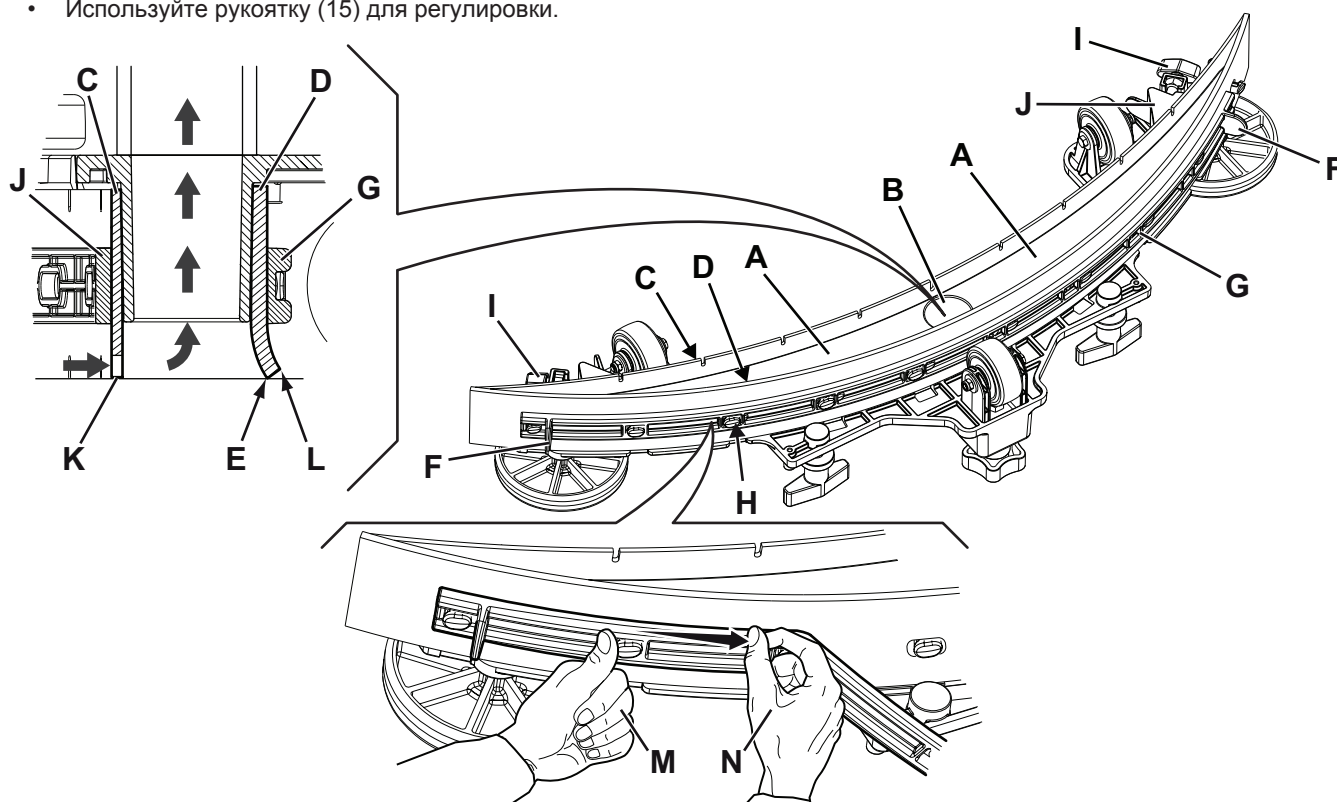

Рис. 12
2. Убедитесь, что машина отключена и ключ пользователя (51) извлечен.
3. Ослабьте барашки (14) и снимите водосборный скребок (29).
4. Вымойте и очистите водосборный скребок. В частности, очистите отсеки (А, Рис. 12) и отверстие (В). Проверьте состояние передней (С) и задней (D) водосборной резинки. При наличии повреждений замените их, как показано ниже.
2. Проверьте состояние передней (С, Рис. 12) и задней (D) водосборной резинки. При наличии повреждений замените их, как показано ниже. Проверьте, не изношен ли передний угол (Е) задней водосборной резинки; в противном случае переверните резинку, чтобы поменять местами изношенный угол с целым. Если и другие углы изношены, замените водосборную резинку в следующем порядке:
- Используя рычаг (F), ослабьте и снимите резинку (G) с фиксаторов (H), выдвиньте и снимите эластичную планку (G), затем переверните или замените заднюю водосборную резинку (D).
- Установите водосборную резинку, действуя в обратной последовательности. Зафиксируйте резинку (G) на фиксаторах (H), начиная с одной стороны. Закрепите фиксаторы один за одним, одной рукой (M) придерживая резинку перед фиксатором и другой рукой (N) вытягивая ее для фиксации.
- Открутите барашки (I) и снимите накладку (J), затем поверните или замените переднюю водосборную резинку (C).
3. Установите водосборный скребок (29) на опору и закрутите барашки (14).
- Проверьте, что край (K) передней водосборной резинки (C) и край (L) задней водосборной резинки (D) расположены, как показано на рисунке
- Используйте рукоятку (15) для регулировки.